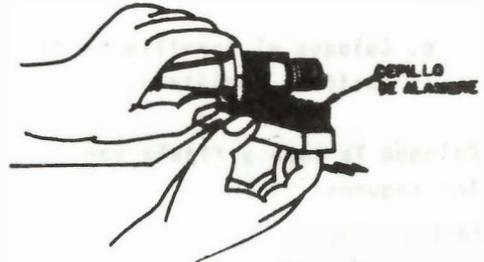

Fig. 14
b. Cepille las roscas de las bujías (Fig.14) y séquelas con aire comprimido.